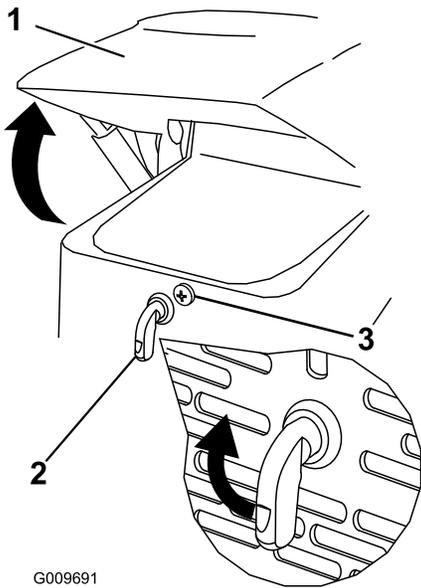

图 23
1. 松开机罩锁定螺丝 图 23
2. 顺时针旋转机罩门锁图 23。
3. 上翻机罩图 23。
3. 拧紧机罩锁定螺丝以固定搭扣图 23。